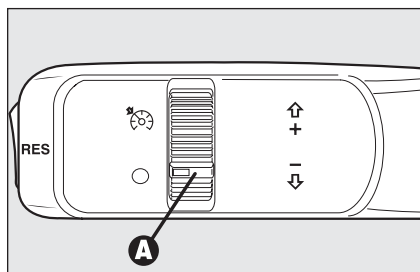

fig. 57
Ruotare la ghiera **A-fig. 57** su ☹.
- ruotare la ghiera **A-fig. 57** su ☹ e premendo il pedale dell'acceleratore portare la vettura alla velocità desiderata;
- ❑ ruotando la ghiera **A-fig. 57** su **O**;
**In caso di funzionamento difettoso od avaria del dispositivo, ruotare la ghiera A-fig. 57 su O e rivolgersi alla ai Servizi Autorizzati Alfa Romeo dopo aver verificato l'integrità del fusibile di protezione.**